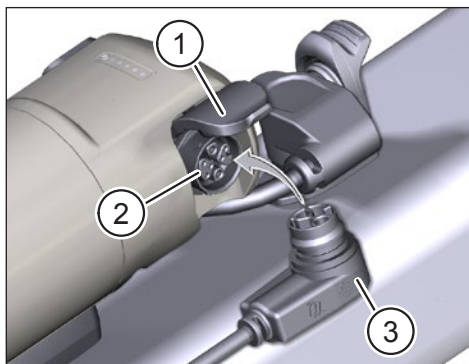

Fig. 3: Range Extender opladen
- Open de klep (Pos. 1 in Fig. 3) op de laadpoort van de Range Extender.
- Controleer of de contacten in de laadpoort (Pos. 2 in Fig. 3) vrij zijn van vuil en reinig ze indien nodig.
- Steek de laadstekker (Pos. 3 in Fig. 3) van de Charger in de laadpoort van de Range Extender.